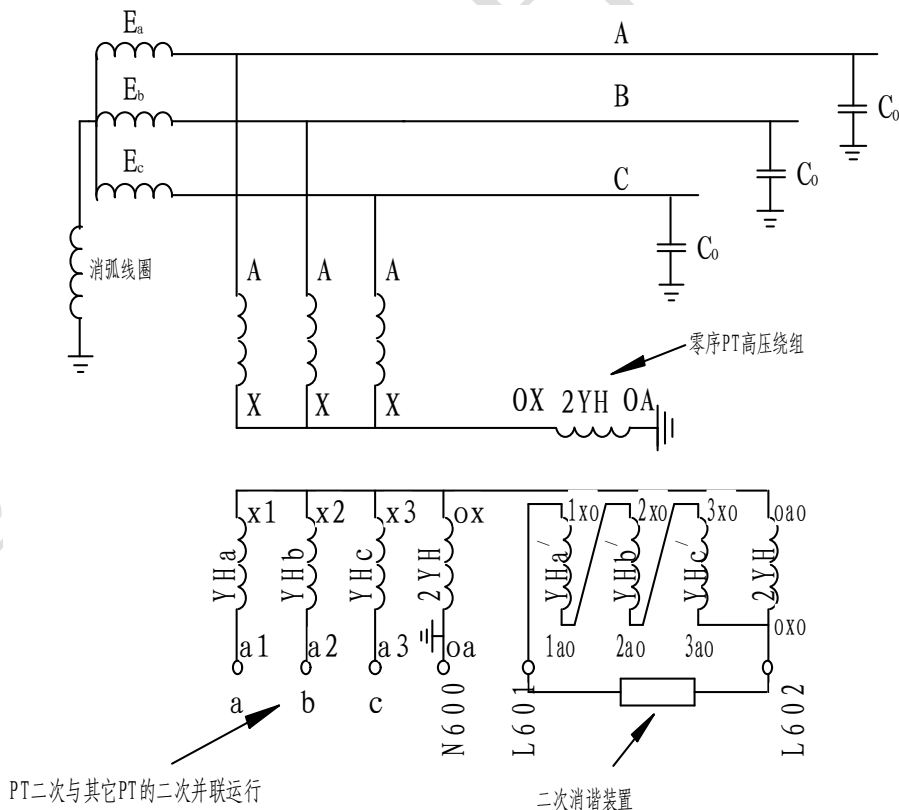
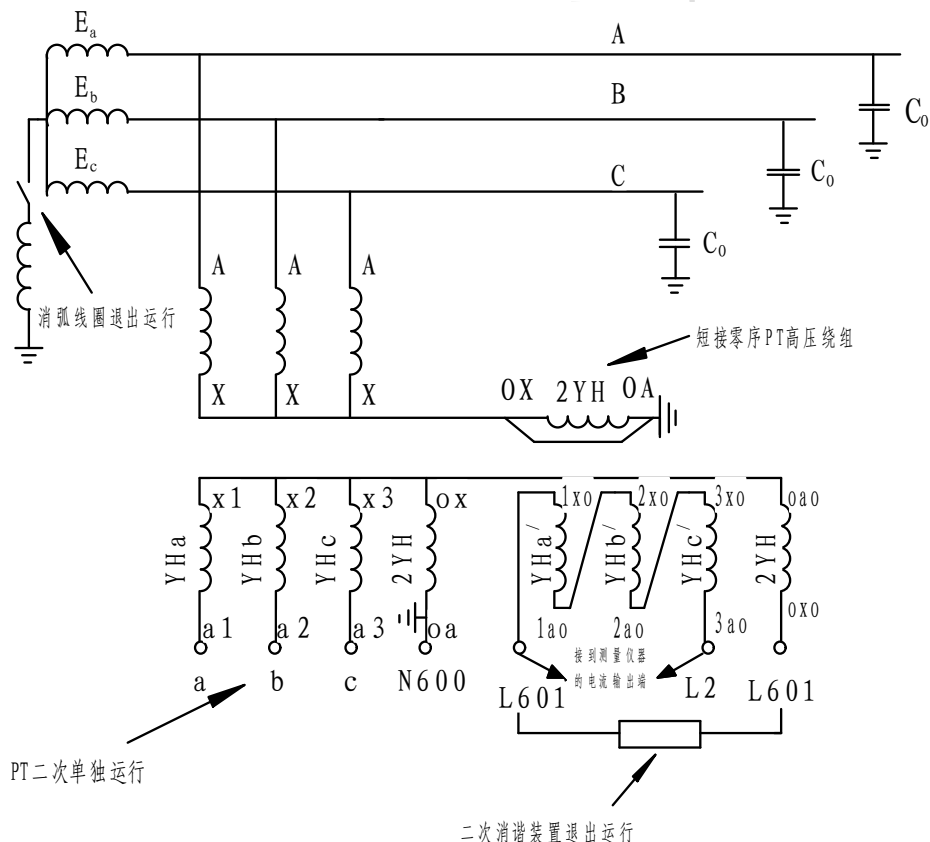

图 9 4PT 接线方式三
图 10 4PT 接线方式转变为 3PT 接线方式测量示意图
第三种 4PT 接线方式如图 9 所示。这种接线方式比较少见, 但在系统中还是存在。在图 9 中这种接线方式三相 PT 的三个二次辅助绕组即: 1ao-1xo、2ao-2xo、3ao-3xo 组成开口三角 L601-L602, oa-ox 和 oao-oxo 为零序 PT 的两个二次绕组, 它们与开口三角 L601-L602 组成一个大的开口三角 N600-L601。
(2) 对于 4PT 的接线方式三, 将零序 PT 即图 9 中所示的 PT4 的高压绕组短接, 将仪器的电流输出端接到图 9 中所示的开口三角 L601-L602, 就可以开始测量了。其接线图如图 10 所示。